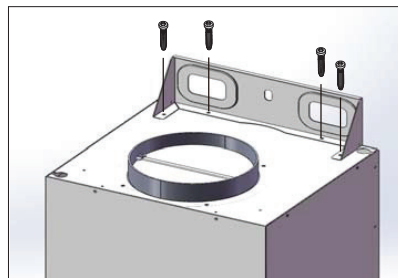

Рис. 4
6. Прикрутите монтажный кронштейн к вытяжке. (Рис. 4)